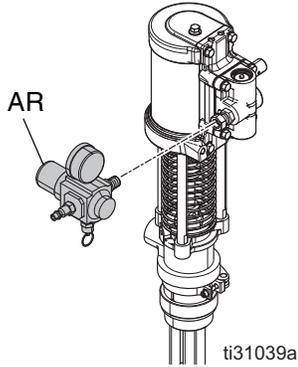

FIG. 5
1. Raccorder le régulateur de débit d'air (AR) fourni au raccord pivotant du collecteur du moteur pneumatique. Voir la FIG. 5.